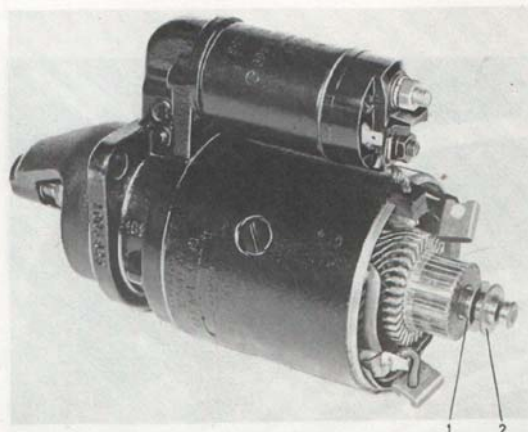

Bild 3-9. Startmotor med demonterad bortsbrygga
OBS! Brickorna enligt bild 3-9.
8. Montera brickorna på rotoraxeln enligt bild 3-9.